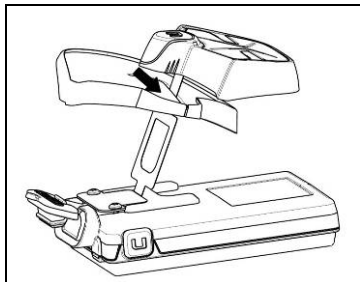

Fig. 4
- Introducir el cable FLEX del sistema ESS en la ranura del adaptador seleccionado siguiendo la dirección indicada en la imagen. (Fig. 4);